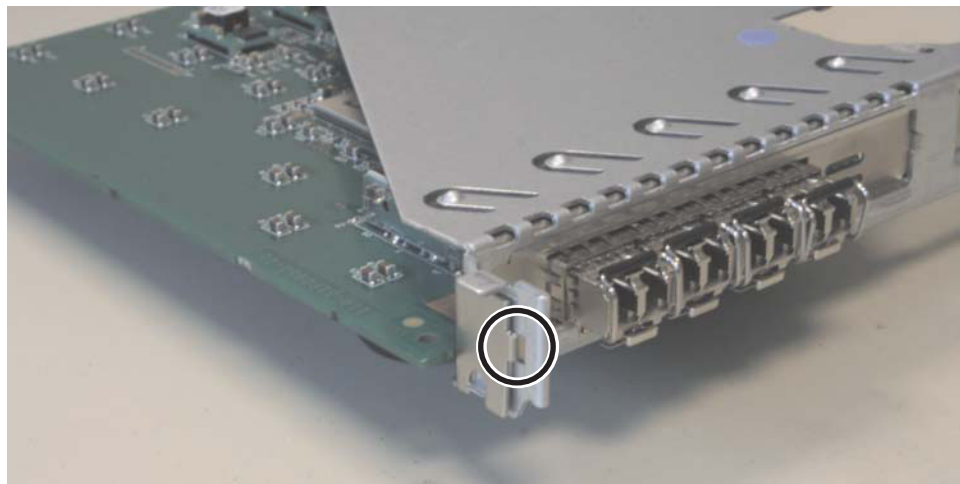

図 183. SAN ボリューム・コントローラー 2145-8A4 のライザー・カード・アセンブリー
2. ファイバー・チャンネル・アダプターを、ライザー・カードの後端に近接して平行を維持したまま所定の位置までスライドさせます。アダプターをコネクタにしっかりと押し込みます。図 183 に示すように、アダプターの位置決めクリップがライザー・カードの位置決め穴にはまっていることを確認します。